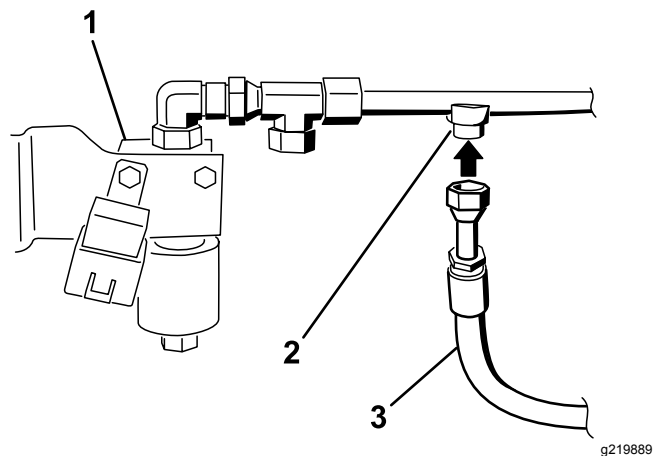

Figura 29
8. Instale la manguera hidráulica con los acoplamientos en el tubo hidráulico número 2, tal y como se muestra en la Figura 29.